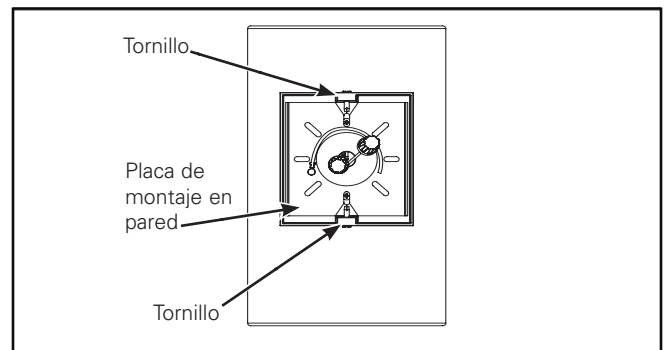

Figura 1.
1. Coloque la placa de montaje en pared en la caja de empalme usando los accesorios para este tipo de cajas (de otras marcas) y ajuste a un par de torsión de 17 pulg./lb si utiliza un tornillo de 8-32. Realice las conexiones eléctricas a la caja de salida (Figura 1.).